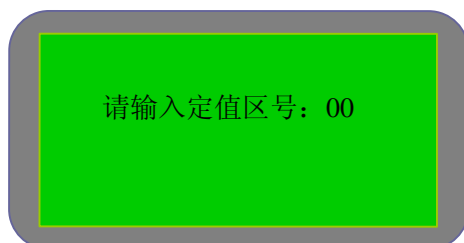
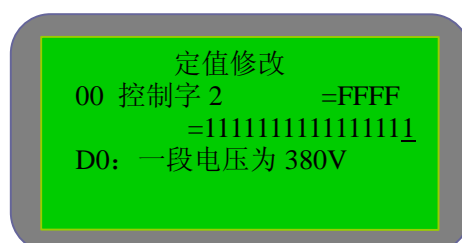

图 5-2-1A
图 5-2-1B
- 1) 定值修改：在定值菜单中选择“定值修改”进入定值修改界面，如图 5-2-1A，用户可输入定值区号，输入方法如下：用下划线“_”标注编辑位，编辑位的值可通过按“上移”键或“下移”键改变。输入结束后按“确认”键确认。（其它数据的输入方法与此相同，此处不再一一说明）。定值区号输入确认后进入各定值修改界面，如图 5-2-1B 所示，通过按“上移”键或“下移”键修改各定值。按“退出”键回到定值菜单。